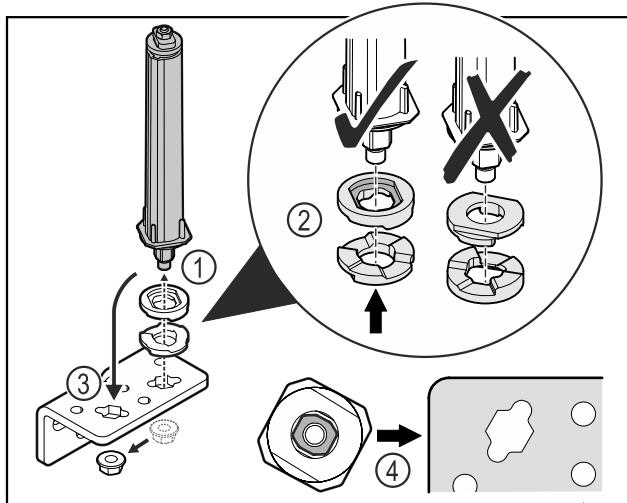

Fig. 51
- ▶ Λύστε το παξιμάδι και αφαιρέστε το σύστημα κλεισμάτων πόρτας Fig. 51 (1).
- ▶ Βεβαιωθείτε για τη σωστή ευθυγράμμιση των ροδελών ρύθμισης ύψους Fig. 51 (2).
- ▶ Μεταφέρετε το σύστημα κλεισμάτων πόρτας στη γωνία μεντεσέ και στερεώστε με το παξιμάδι Fig. 51 (3).
- ▶ Κατά την τοποθέτηση βεβαιωθείτε για τη σωστή ευθυγράμμιση του συστήματος κλεισμάτων πόρτας Fig. 51 (4).